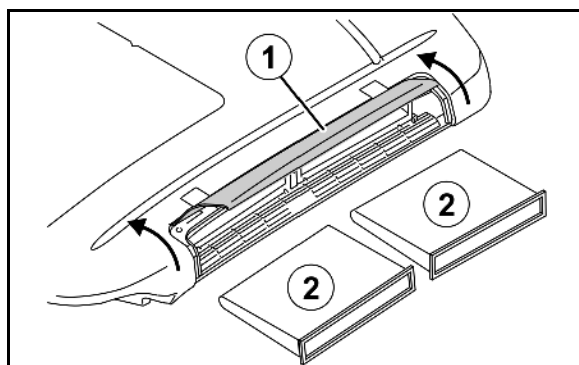

Рис. 164
1. Откройте крышку (Рис. 164/1) слева на крыше кабины.
2. Разблокируйте фильтр (Рис. 164/2), извлеките его и замените.